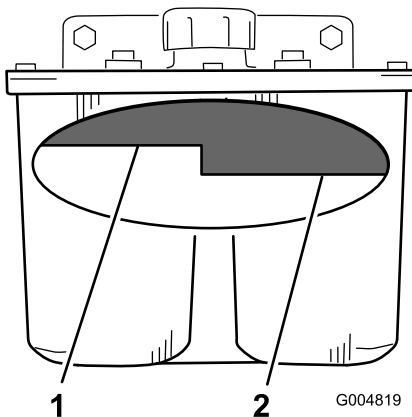

Figura 91
4. Limpie la zona alrededor del cuello de llenado del depósito de aceite hidráulico (Figura 91).
5. Retire el tapón del cuello de llenado y mire dentro para ver si hay fluido en el depósito (Figura 91).
**Nota:** El nivel de aceite debe llegar a la parte superior del nivel caliente del tabique cuando el aceite está caliente (Figura 91).